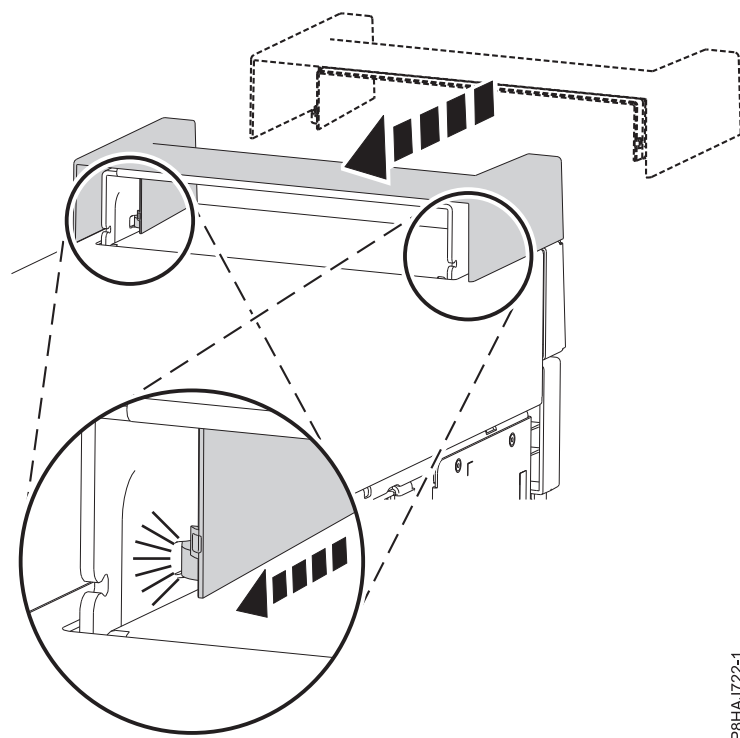

Figura 35. Protegendo a tampa da alça em um sistema 8286-41A independente
1. Proteja a tampa da alça da estação de acoplamento RDX interna (FC EUA3) arrastando-a para a parte traseira do sistema. Consulte o Figura 35.